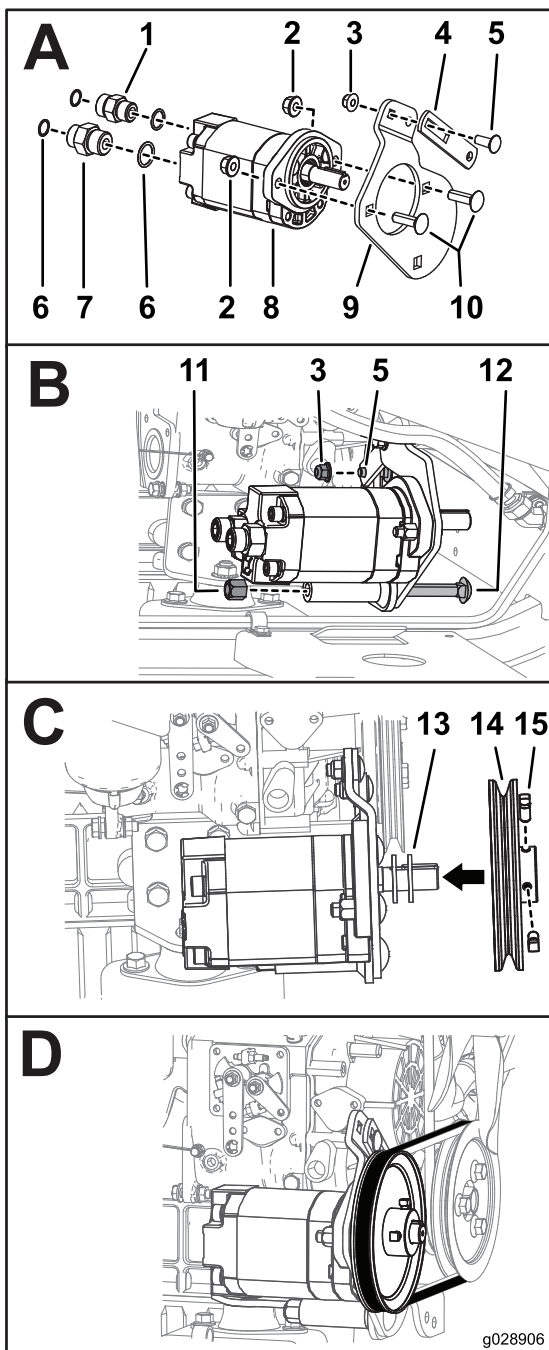

図 7
3. ギアポンプの右側のポートにアダプタフィッティング 5/8 x 3/4 インチ、オス と Oリングを取り付ける 図 7 の A。
5. ギアポンププレートにテンショナームを仮止めするボルト 3/8 インチ 1本とフランジナット 3/8 インチ 1個を使用する 図 7 の A。
6. ギアポンププレートをギアポンプアセンブリに取り付けるキャリッジボルト 7/16 インチ 2本とロックナット 7/16 インチ 2個を使用し、図 7 の A のように取り付ける。
8. ギアポンプアセンブリをブラケットに仮止めするキャリッジボルト 1/2 インチ 1本とロックナット 1/2 インチ 1個、ボルト 3/8 インチ 1本、フランジナット 3/8 インチ 1個を使用し、図 7 の B のように取り付ける。
9. ギアポンプアセンブリにワッシャ 2枚をセットし、プーリを取り付け、このプーリを固定ねじ 5/16 インチ 2本で 図 7 の C のように固定する。
10. プーリ 2個に、図 7 の D のようにベルトを取り付ける。
4. ギアポンプの左側のポートにアダプタフィッティング 5/8 x 5/8 インチ、オス と Oリングを取り付ける 図 7 の A。